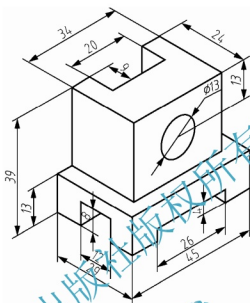
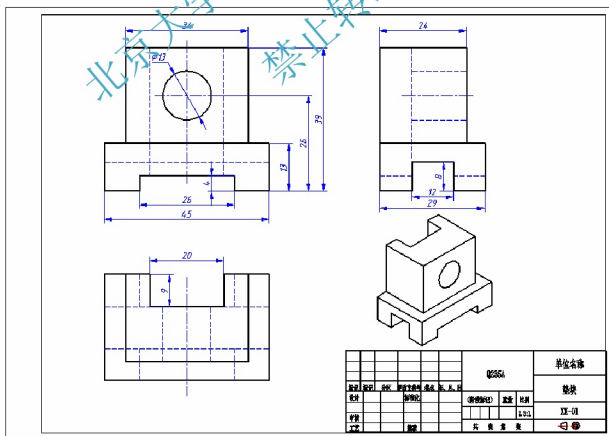

图 13-1 垫块实体模型
图 13-2 垫块实体模型生成的二维工程图
本章以如图 13-1 所示的立体生成如图 13-2 所示的二维工程图为例(图幅为 A3),介绍使用两种途径生成二维工程图的方法。
(1) 在模型空间绘制如图 13-1 所示的立体模型。
(2) 设置图纸幅面: 单击【布局 1】, 切换到图纸空间; 打开【页面设置管理器】, 单击【修改】按钮, 打开【页面设置】对话框, 从中选择打印机、指定打印图纸规格(本例使用 A3 图幅)并修改打印区域。
(3) 创建布局视口: 使用 MVIEW 命令, 在布局中开 4 个视口, 并将其均匀布置在图纸中, 其操作过程为:
- (12) 整理图面：双击轴测图，激活该视口，使用 ZOOM 命令或使用鼠标中键缩放，使之不与图框相交，结果如图 13-2 所示。
同样以图 13-1 立体为例，介绍使用【图形】SOLDRAW 命令生成二维图的过程。
- (1) 在模型空间绘制如图 13-1 所示的立体模型。
- (2) 设置图纸幅面：单击【布局 1】，切换到图纸空间；打开【页面设置管理器】，单击【修改】按钮，打开【页面设置】对话框，从中选择打印机、指定打印图纸规格(本例使用 A3 幅面)并修改打印区域。
- (3) 使用【视图】SOLVIEW 为三维实体创建正交视图。